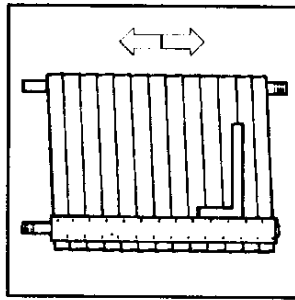

Fig. 12
Le corps de chauffe est assemblé, mais non serré, on peut faire "jouer" le corps par poussées latérales successives afin de bien répartir les jeux (Fig. 12).
- c) La perpendicularité entre le collecteur Retour et les éléments (Fig. 12).